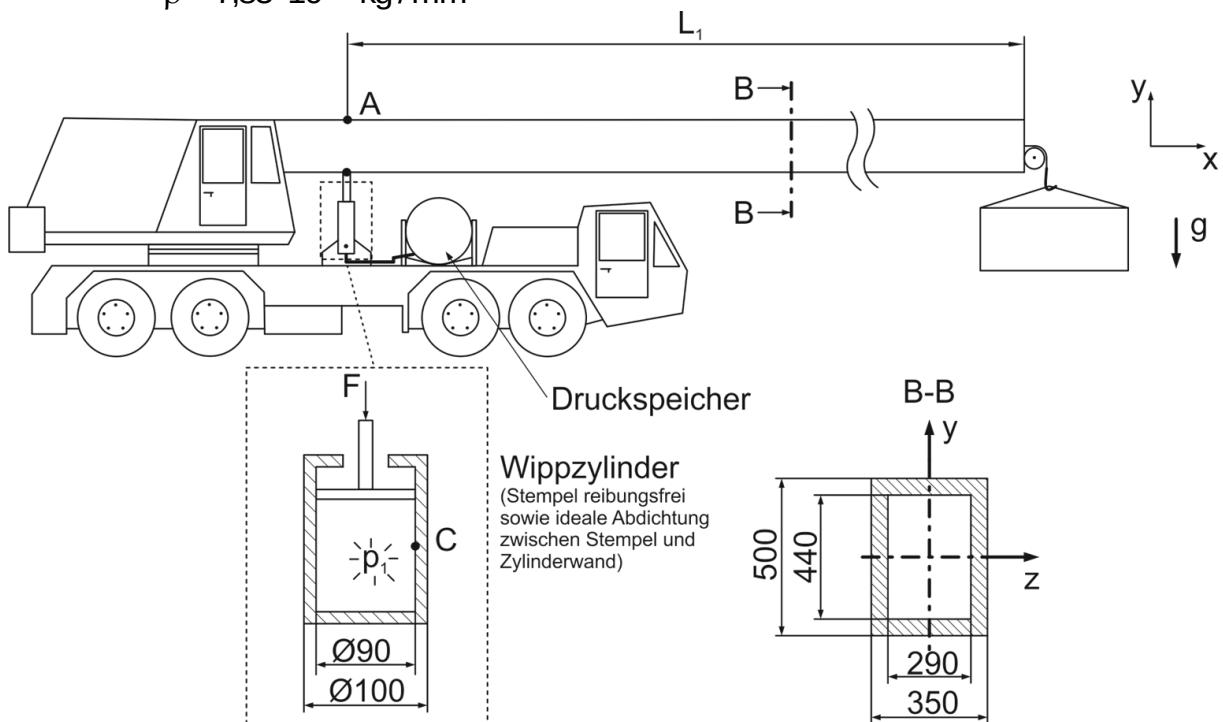

Abbildung 2.1: Fahrzeugkran, alle Angaben in mm
An einem Fahrzeugkran sollen der Kranarm, der Wippzylinder sowie der Druckspeicher untersucht werden. Betrachtet wird der Zustand, bei welchem der Kranarm waagrecht ausgefahren ist und der Zylinder senkrecht unter dem Kranarm steht (siehe Abbildung 2.1). Der Kranarm ist aus dem Werkstoff **S850QL** gefertigt, der Wippzylinder und der Druckspeicher aus dem Werkstoff **S235**.
- b) Der Kran wurde auf einer um  $\alpha = 10^\circ$  quer zur Fahrtrichtung geneigten Straße aufgestellt (siehe Abbildung 2.2). An seinem Kranhaken hängt eine Last von  $m_1 = 2500 \text{ kg}$ . Ermitteln Sie die auf den Kranarm wirkenden Kraftanteile in  $y'$ -Richtung und  $z'$ -Richtung. Bestimmen Sie außerdem die Biegemomente um die  $y'$ -Achse und die  $z'$ -Achse für die Stelle A (vgl. Abbildung 2.1).